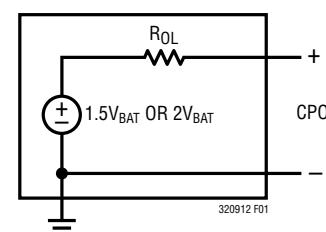

図1. チャージポンプの開ループのテブナン等価回路
LTC3209-1/LTC3209-2が1.5倍モードと2倍モードのいずれかで動作する場合、チャージポンプをテブナンの等価回路としてモデル化し、実効入力電圧と実効開ループ出力抵抗(R_{OL})から利用可能な電流量を求めることができます(図1)。
3.1Vの電源で白色LEDをドライブする例について考えて見ます。LEDの順方向電圧が3.8Vで、電流源が100mVを必要とする場合、1.5倍モードのアドバンテージ電圧は $3.1V \cdot 1.5 - 3.8V - 0.1V$ 、つまり750mVです。入力電圧が3.2Vに上昇すると、アドバンテージ電圧は900mVに跳ね上がり、利用可能な能力が20%向上することに注目してください。図1から、1.5倍モードの利用可能な電流は次式で与えられます。